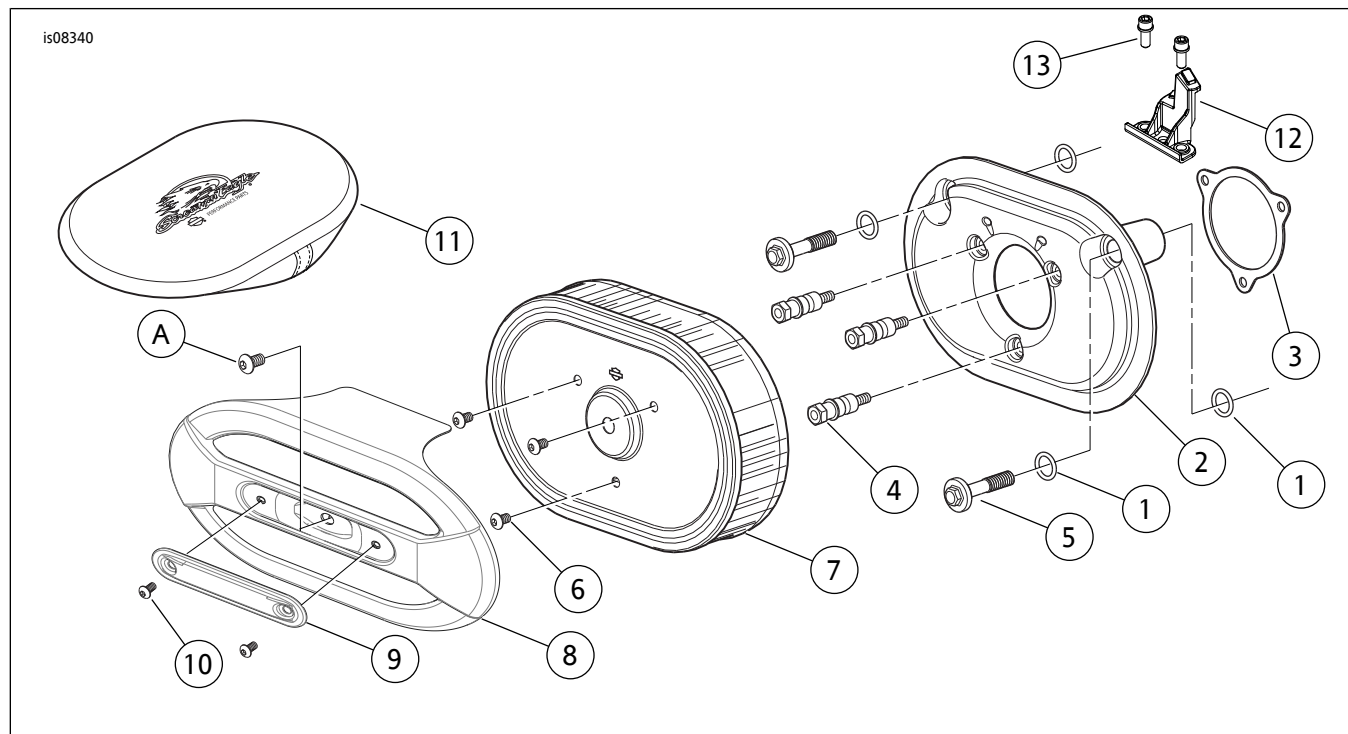

图3。维修零件：Screamin' Eagle通风装置卓越性能空气滤清器套件
参见图3和表1。
1. 参见图3。将ACR夹(12)安装至进气模块凸台(支架安装处)。使用螺丝(13)固定。拧紧螺丝至3.4-4.5 N·m (30-40 in-lbs)。
1. 参见图3。使用套件中的三个光亮外饰TORX®螺丝(6)将空气滤清器滤芯(7)固定至空气滤清器安装螺柱(4)。拧紧螺丝至6.2-6.8 N·m(55-60 in-lbs)。
1. 参见图3。每8,000 km(5000 mi)拆下空气滤清器盖(8)并检查滤清器滤芯(7)。如果在灰尘较多的环境中骑行,应更加频繁地进行检查。